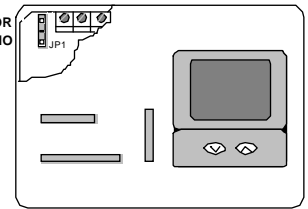
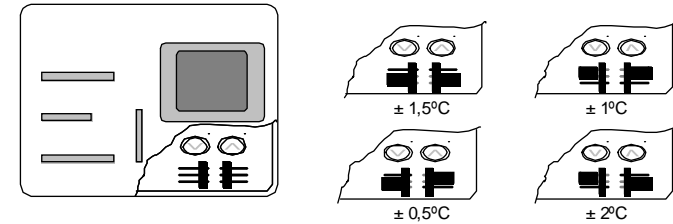

Fig. 1 / Abb. 1
Fig.2 / Abb. 2
Wahlunterbrecher mit Umkehrventil, das bei Kälte oder Wärme betätigt werden kann, jedoch nur wenn der Ausgang des Umkehrventils an der Klemme 1 angeschlossen ist. (Abb. 1)
Jumpers de selección de válvula reversible actuada en frío o calor, solo cuando la salida de válvula reversible se toma de la borna 1. (Fig. 1) Jumpers de valor de la zona muerta, solamente para modelos con funcionamiento automático. (Fig. 2).
- Pour passer de degrés Celsius à degrés Fahrenheit, couper la résistance apparaissant sur la Figure 2.
- Zum Wechsein von Celsiusgraden zu Fahrenheitgraden, muß der Widerstand, der in Abb. 2 erscheint, unterbrochen werden.
- Para pasar de grados Celsius a Fahrenheit, cortar la resistencia que se muestra en la Fig. 2.